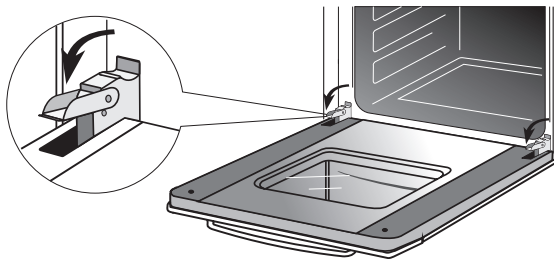
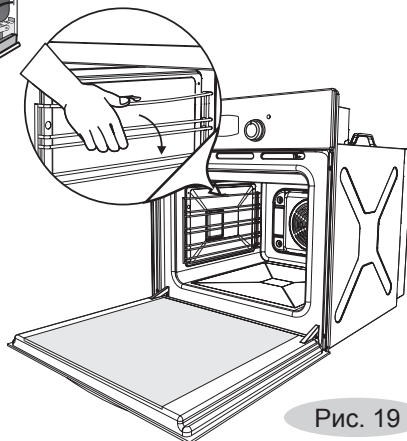

Рис. 18
Рис. 19
Для удобства уборки дверцу и проволочные направляющие можно снять (рис.18 и рис.19).
- Поднимите и поверните до упора рычаги, расположенные на двух шарнирах (рис.18)